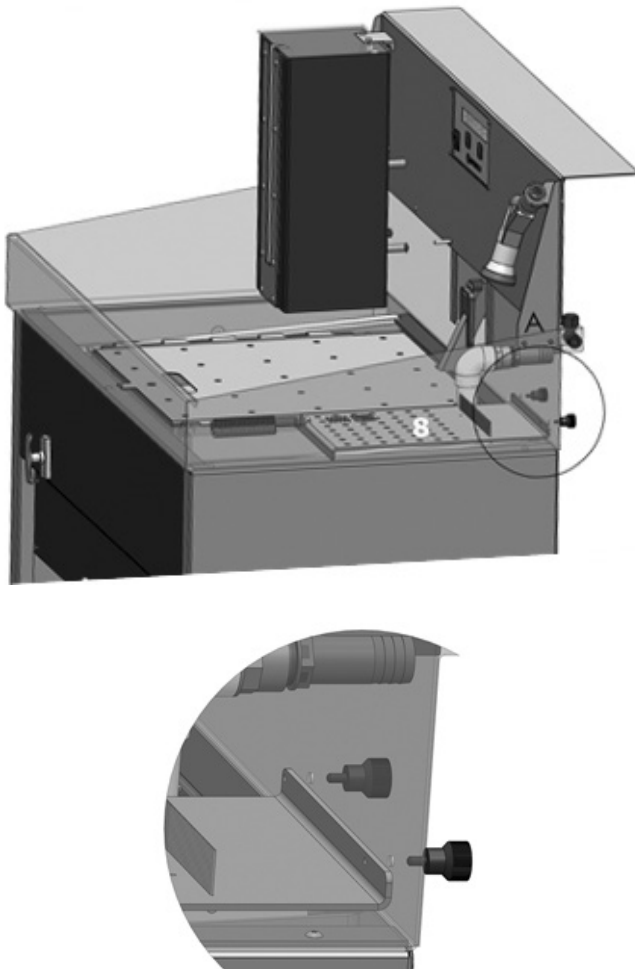

Abb. 7
- Die Station mit den Bohrungen rechts hinten in das Becken legen und von der Anlagenrückseite mit den beiden Rändelschrauben befestigen (8) Abb. 7.